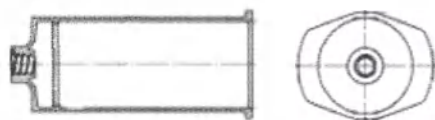

Рис. 1. Схематическое изображение изделия.
- 10.1. Схематическое изображение изделия показано на Рис. 1.